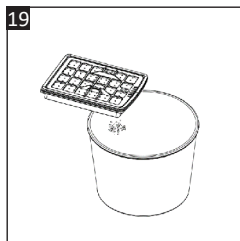

Fig. 19
5. Tapotez doucement le filtre HEPA (22) au-dessus d'une poubelle pour enlever l'excès de poussière (Fig. 19).